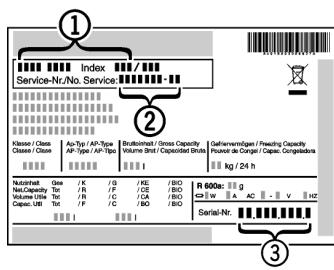

Fig. 11
- Наименование устройства, Fig. 11 (1), сервисный № Fig. 11 (2) и серийный № Fig. 11 (3) считайте с заводской таблички. Заводская табличка находится внутри устройства слева.
- Обратитесь в сервисную службу и сообщите вид неисправности, наименование устройства, Fig. 11 (1), сервисный № Fig. 11 (2) и серийный № Fig. 11 (3).